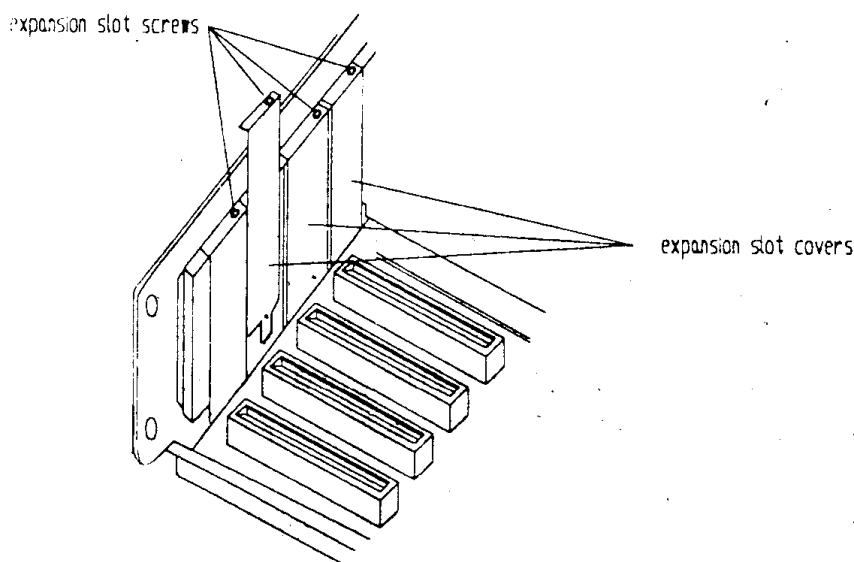

图 3-21
①关闭计算机及其他外围设备（打印机，显示器，调制解调器等）
②切断从计算机后部的所有连线
③打开计算机的后盖
④把显示卡插入计算机主板上没有使用的插槽里。拧开紧固在该扩展槽后部防尘盖的螺钉，移开该盖将螺钉放置一边，如图 3-21 所示。